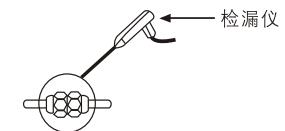

图36
- 3 在接口处用检漏仪或者肥皂水来检查是否有泄漏。（如图36）
- 4 用⑯塑料绝缘带把铜管和连接电缆包起来。